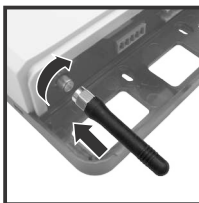

Abb. 4
- Die Batterie anschließen (Abb. 4), einige Sekunden warten und dann prüfen, ob die Netzempfang-LED grün leuchtet.